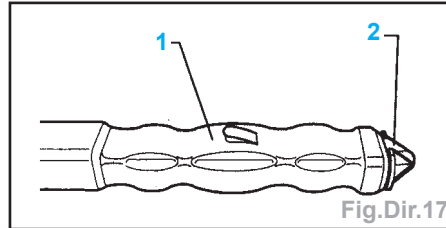

Fig.Dir.17
- Monter le ressort de sûreté (1) et l'outil de montage (2) (Fig.Dir.17).